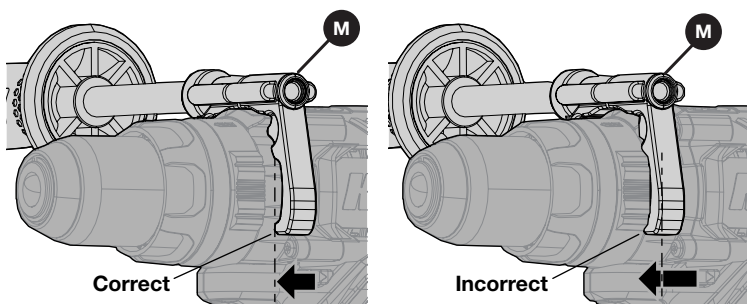

Figure 1
Remarque Les figures 1 et 2 illustrent l'installation correcte et incorrecte de la poignée latérale (M).